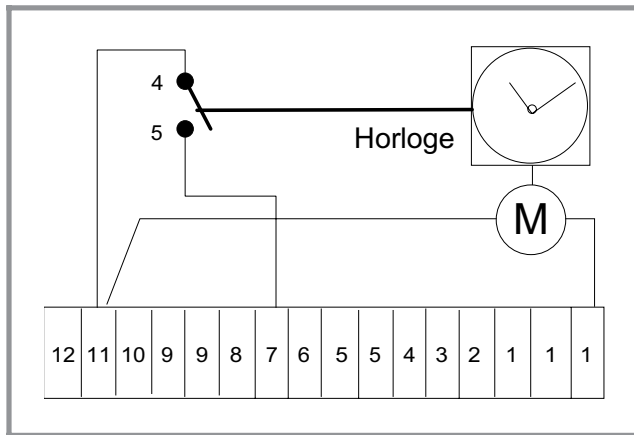

Fig. 14 - Raccordement de l'horloge pour arrêt chaudière
• **Horloge pour arrêt de la chaudière** : Enlever le shunt entre les bornes 7 et 11 du connecteur extérieur (fig. 14)